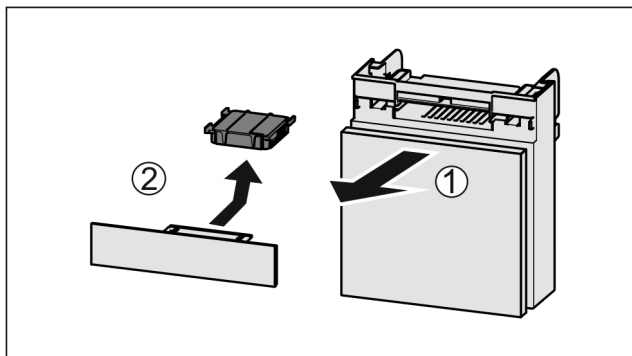

Fig. 57
- ▶ Trekk ut Fig. 57 (1) hyllen fremover.
- ▶ Ta ut Fig. 57 (2) aktivkullfilteret.